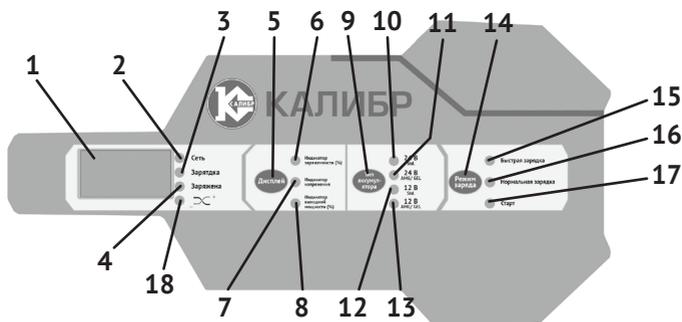

рис.2
1.6.1 Панель управления ПЗУ представлена на рис.2
- «сеть» (рис.2 поз.2) – высвечивается при подключении ПЗУ и сети;
- «зарядка» (рис.2 поз.3) – высвечивается во время процесса зарядки АБ;
- «полностью заряжен» (рис.2 поз.4) – высвечивается после полной зарядки АБ;
- «ошибка полярности» (рис.2 поз.18) - высвечивается при неправильном подключении соединительных проводов к АБ.
Переключателем (рис.2 поз.9) выбирается напряжение (12В/24В) и тип АБ, при этом высвечивается соответствующий индикатор:
- 24В стандартная – индикатор (рис.2 поз.10);
- 24В AGM/GEL - индикатор (рис.2 поз.11);
- 12В стандартная – индикатор (рис.2 поз.12);
- 12В AGM/GEL - индикатор (рис.2 поз.13);
4.2 Переключателем выбора АБ (рис.2 поз.9) установите тип заряжаемой батареи, контролируя высвечивание нужного индикатора.
4.3 Переключателем выбора тока зарядки (рис.2 поз.14) установите «быстрый» или «нормальный» режим. Постоянное свечение выбранного индикатора свидетельствует о нормальном процессе зарядки.
4.4 При нормальном режиме зарядки, переключателем (рис.2 поз.5) можно проверить напряжение зарядки и ёмкость заряжаемой батареи в % (высвечивается соответствующий индикатор), или выходную мощность в %.
4.6 По окончании процесса зарядки на дисплее высветится сообщение «FUL» - полная зарядка и высветится индикатор завершения процесса зарядки (рис.2 поз.4). ПЗУ данной модели восстанавливает или значительно улучшает характеристики АБ. У аккумуляторов улучшается структура электродов, снижается внутреннее сопротивление и увеличивается стартовый ток.
Перед началом работы в режиме «пуск» рекомендуется в течении 10 - 15 минут провести зарядку АБ выставив переключателем (рис.2 поз.14) ток быстрой зарядки (10 – 20 А), для повышения уровня заряженности АБ. Это увеличит пусковой ток аккумулятора, а, следовательно, и суммарный пусковой ток. Ведь пусковой ток равен сумме токов от АБ и ПЗУ.
5.1 Нажав и удерживая 3 секунды переключатель (рис.2 поз.14), дождитесь пока высветится индикатор «СТАРТ» двигателя. После чего можно запустить стартер автомобиля, при этом на дисплее высветится значение пускового тока.
5.3 Если после 5-ти попыток двигатель не запустился, то нажатием на переключатель (рис.2 поз.14) перевести ПЗУ в режим зарядки (индикатор «СТАРТ» перестанет светиться). После зарядки в течение 15 – 30 минут, повторите попытку запуска двигателя.
- вывести ПЗУ из режима пуска, нажав переключатель (рис.2 поз.14);